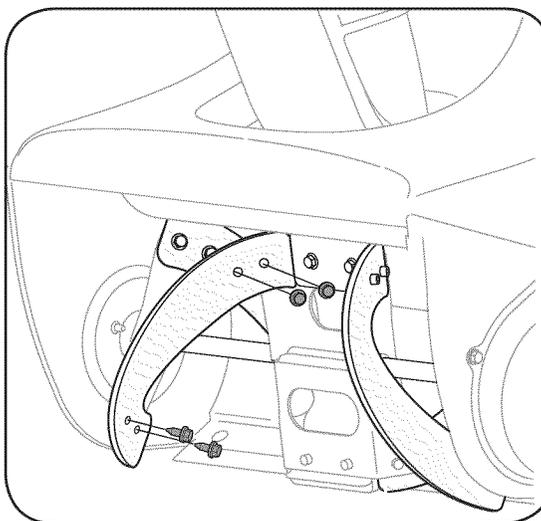

Figure 11
1. Pour démonter les pales, enlevez les vis taraudées qui les maintiennent sur la souffleuse. Voir la Figure 11.